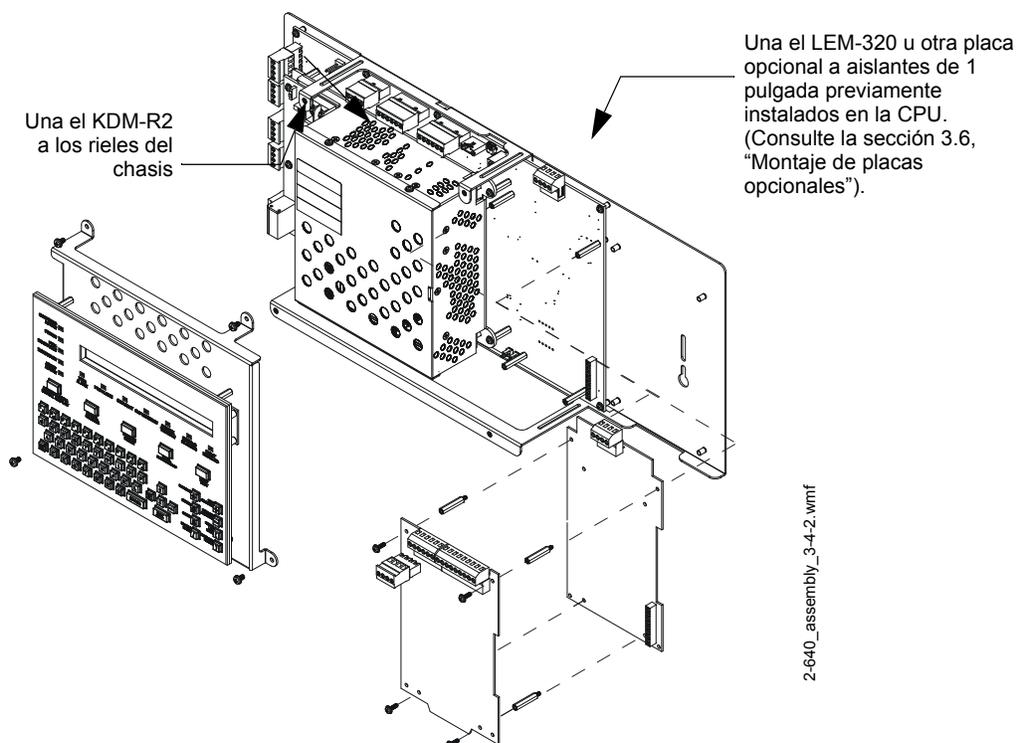

Figura 3.8 Ajuste de placas opcionales detrás del KDM-R2
- Alinee el teclado con los orificios de montaje como se indica en la figura 3.8 y atorníllelo.